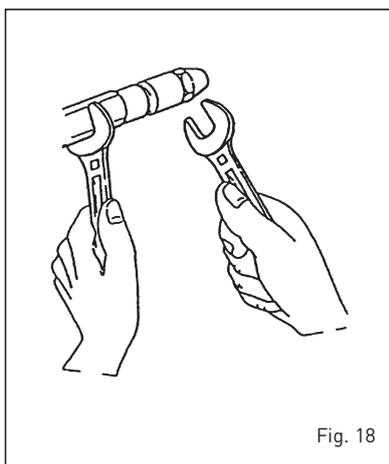

Fig. 18
4.7.3 Sustitución del inyector (fig. 18)
do una llave n° 19 y destornillar el inyector con una llave n° 16 (fig. 18).